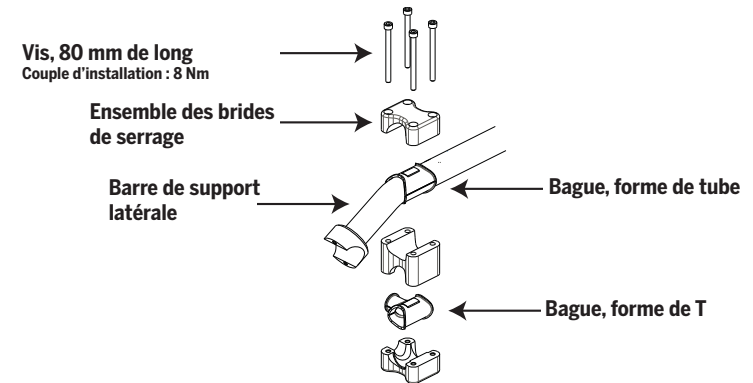

Figure 1a. Installez les barres de support latérales
au cadre du garde-boue x2. en les alignant sur l'ensemble des brides de serrage. Voir les figures 1a et 1b. Vissez sans serrer les (4) vis de 80 mm de long dans chaque ensemble de bride de serrage. Ne serrez pas. Installez les deux barres de support latérales.